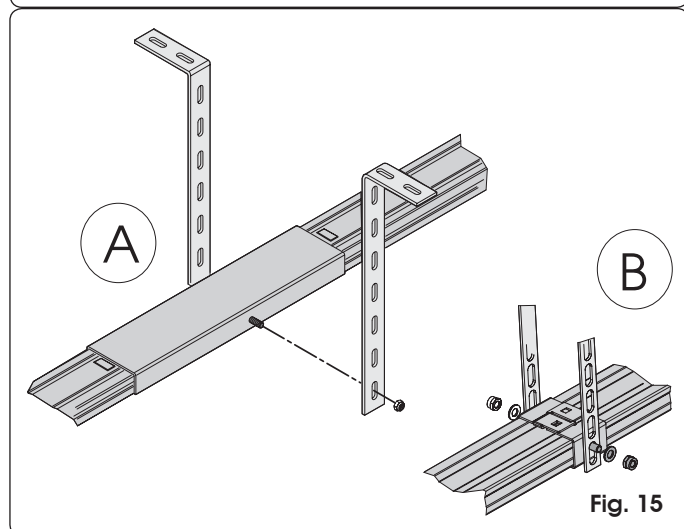

Fig. 15
- 13) Se si utilizza una guida in due pezzi con raccordo centrale (Fig. 15 rif. A) od il supporto centrale per binario unico (Fig. 15 rif. B - opzionale), procedere al fissaggio a soffitto utilizzando le apposite staffe e procedendo come ai passi 9, 10 e 12 (Fig. 15).